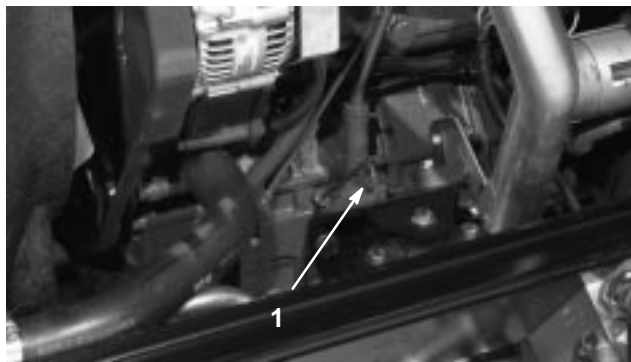

Figure 4
3. Sortez la jauge, essuyez-la sur un chiffon propre, remplacez-la dans le goulot de remplissage, puis ressortez-la. Le niveau d'huile doit atteindre le repère du plein (FULL) (Fig. 4).